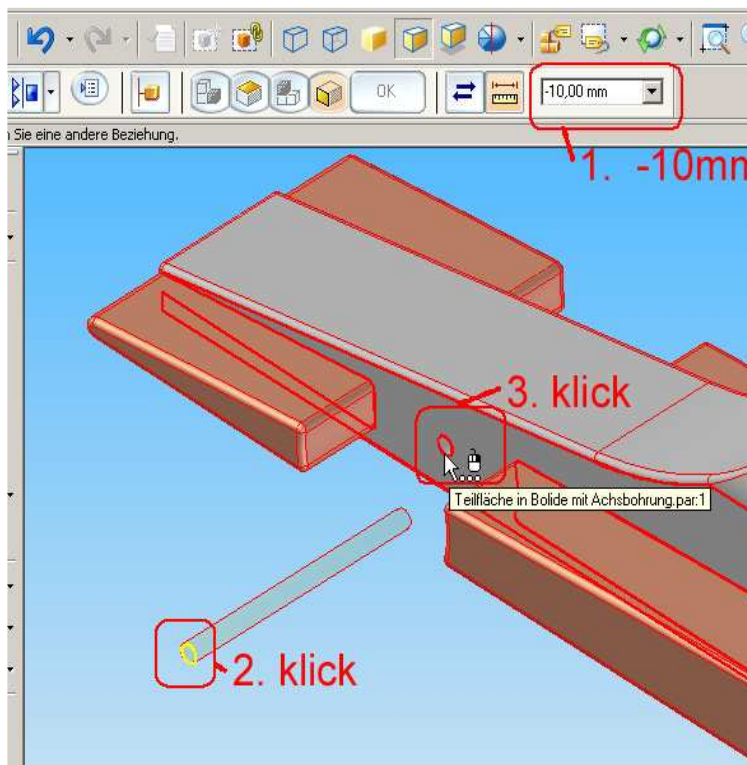

Abb. 44 Abstand wählen
4. im Abstandsfeld **-10mm** (Minus 10mm) eingeben (Abb. 44)